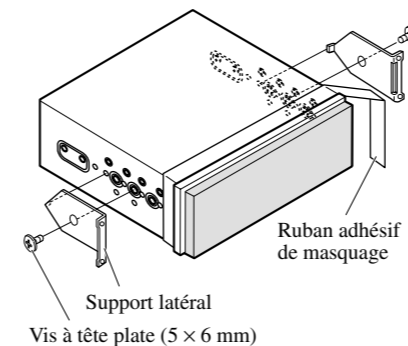

Fig. 15
1. **Décidez où placer les supports latéraux. (Fig. 15)**